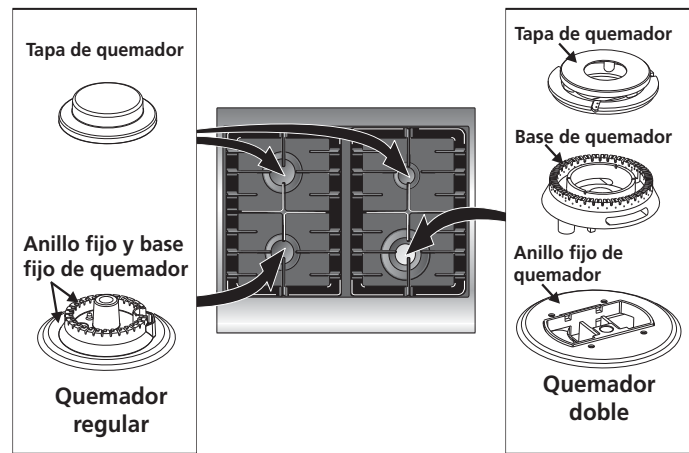

Figura 8
Esta estufa esta equipada con quemadores sellados como se muestra más abajo (Figura 8). Todas las piezas están en su lugar. Tome nota en donde están. **Quite todo el material de protección localizado bajo la cabeza del quemador de dual.** **NOTA:** No hace falta ningún ajuste de quemador en esta estufa.
5. Ajuste bajo "LOW" para la válvula de quemador de superficie Dual (vea Figura 8 y 10)